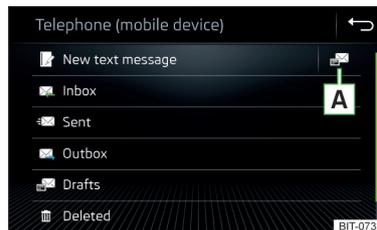

Abb. 213
- › Im Hauptmenü *Telefon* die Funktionsfläche  antippen, es wird das Hauptmenü für Textmitteilungen angezeigt » Abb. 213.
- » **Abb. 213 auf Seite 179.**